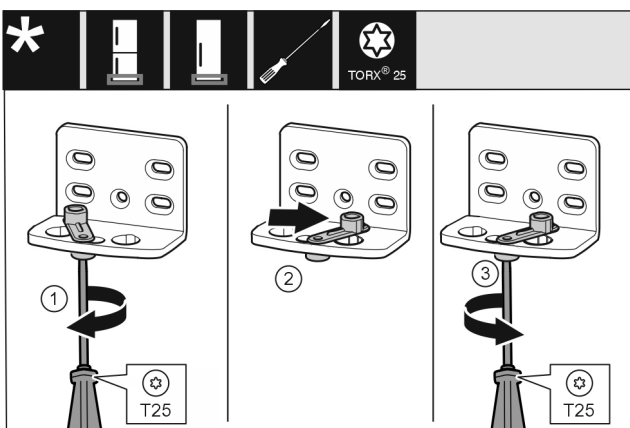

Fig. 14
- ▶ Открутите винт отверткой T25. Fig. 14 (1)
- ▶ Приподнимите фиксатор двери и поверните в отверстии на 90° направо. Fig. 14 (2)
- ▶ Затяните винт отверткой T25. Fig. 14 (3)